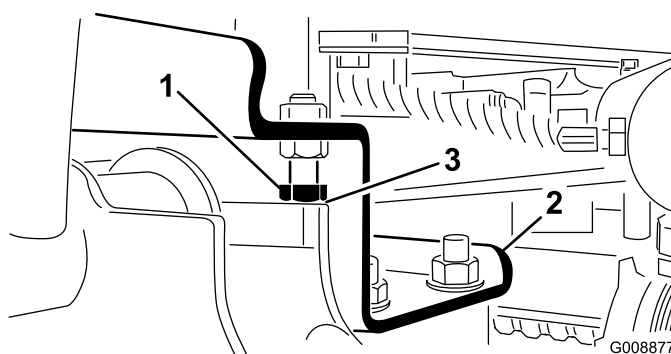

Figura 26
- A. Afloje los pernos de bloqueo y ajuste el cilindro para obtener la holgura necesaria (Figura 26).
- 2. Compruebe que la holgura entre cada brazo de elevación y el perno de tope es de 0,13 a 1,02 mm (Figura 26).